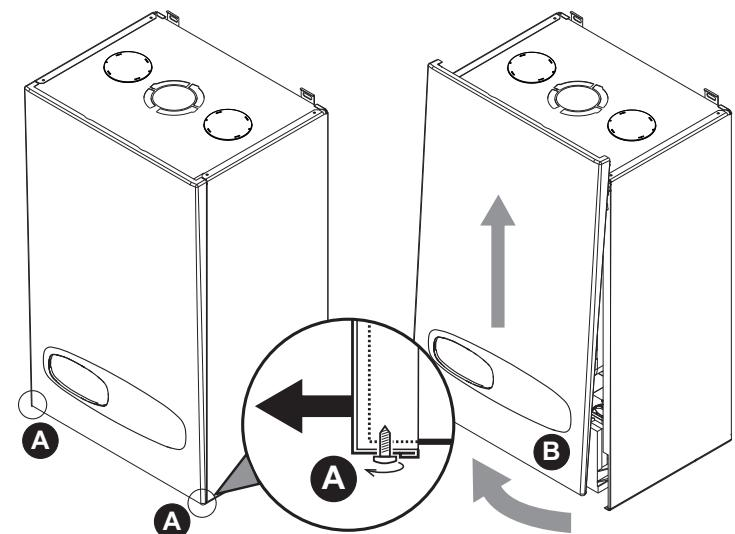

fig. 24 - Apertura del panel frontal
- Desenrosque parcialmente los tornillos A (fig. 24).